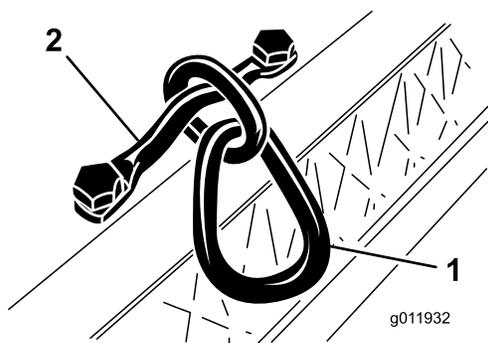

図 7
2. キャップスクリューを 34-40 N·m 3.7-4.6 kg·m = 25-30 ft·lb にトルク締めする 図 7。